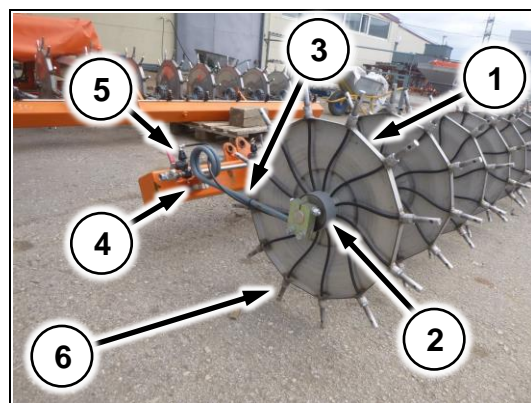
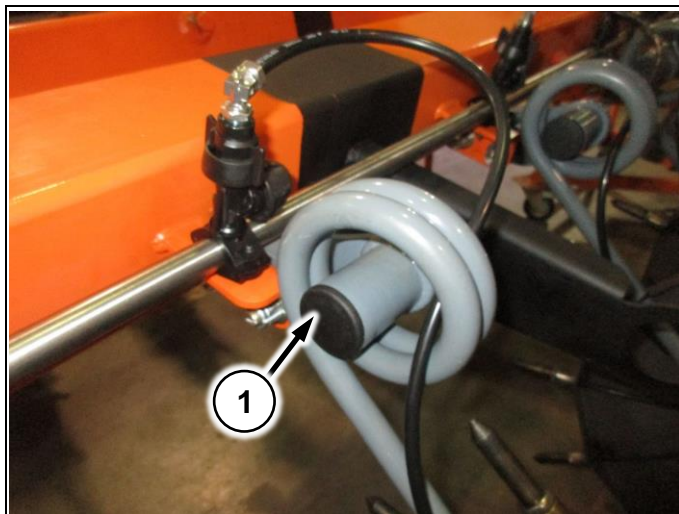

Рис. 191
Рис. 192
Диск мультиинжектора (Рис. 191/1) устанавливается на ступицу (Рис. 191/2). Ступица крепится к консоли мультиинжектора через пружину (Рис. 191/3). Пружина фиксируется замком (Рис. 191/4). Подача жидкости на иглы (Рис. 191/6) осуществляется через форсунки (Рис. 191/5)
Упор устанавливается на каждую пружину (Рис. 192/1). Предназначен для предотвращения вылета пружины из замка (Рис. 191/4)
1. Ослабьте два болта крепления пружины (Рис. 191/4)